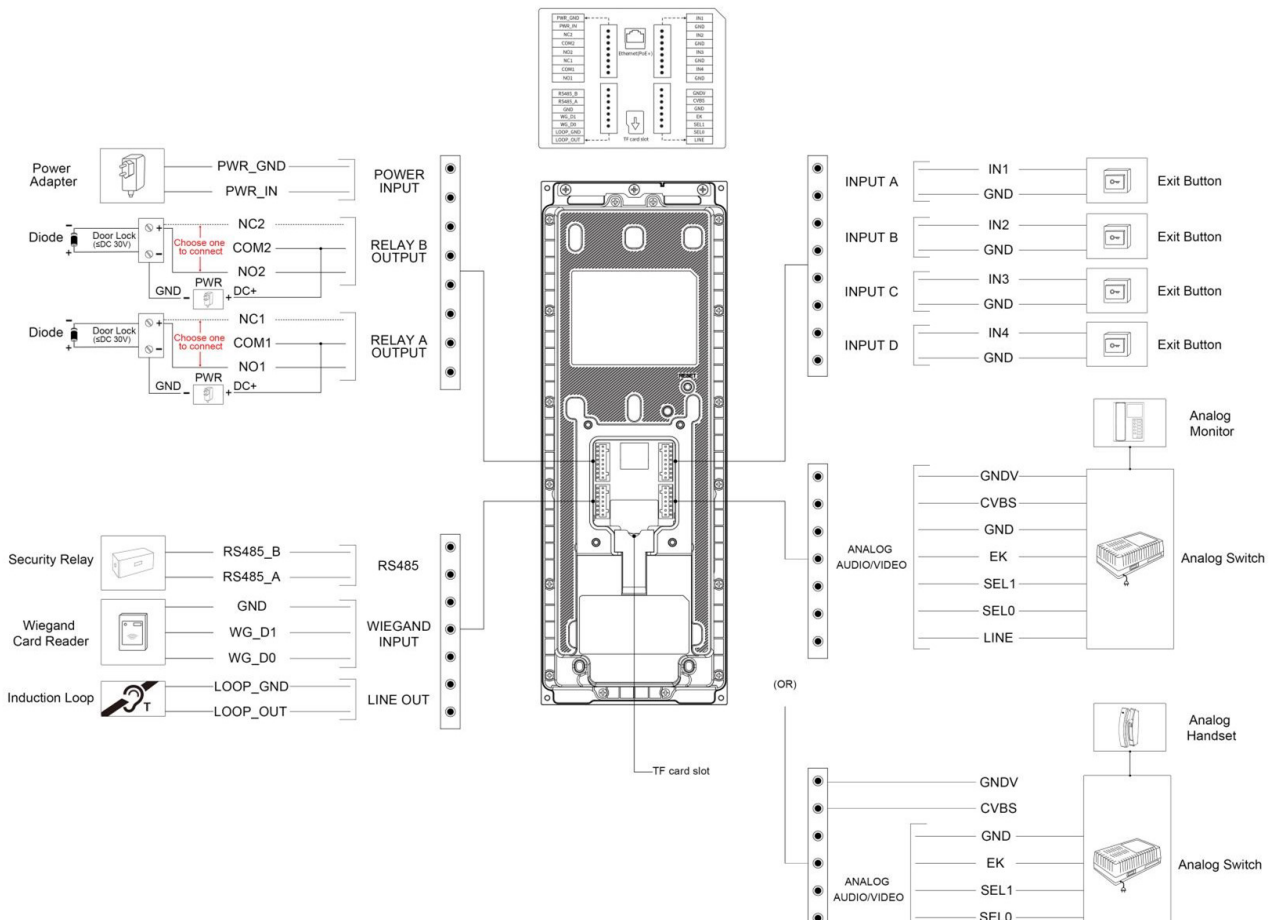

Рисунок 2: Клавиатурная станция MyBell - подключение
1. Подключите провода к клеммным колодкам с помощью плоской отвертки. Для получения дополнительной информации см. рисунок 2.